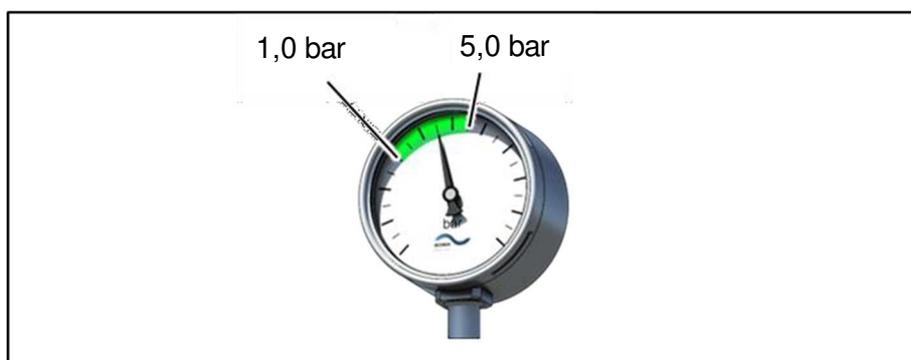

Figura 15: Manometro sulla linea d'alimentazione
11. Regolare la pressione di alimentazione nell'intervallo da 1,0 a 5,0 bar (Figura 15), ad es. intervenendo sulla pompa centrifuga (se presente).